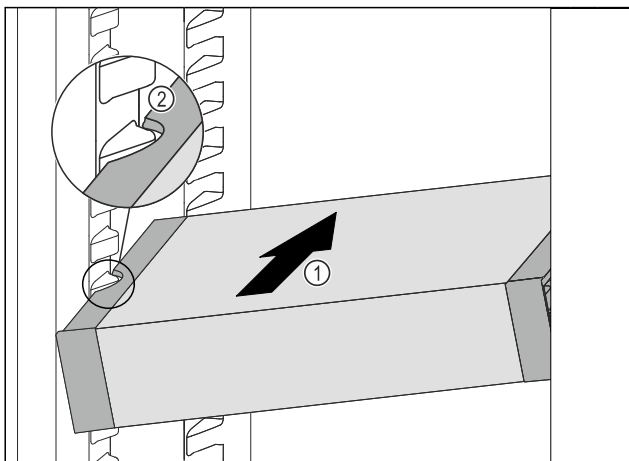

Fig. 76
- ▶ Вставити висувний ящик VarioSafe під кутом в охолоджувальне відділення Fig. 76 (1), доки бокові поглиблення Fig. 76 (2) VarioSafe не будуть розташовуватися на рівні ребра для ємності в охолоджувальному відділенні.